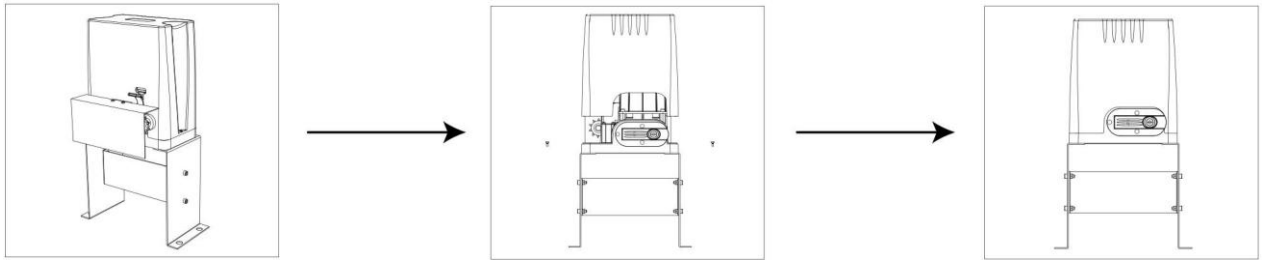

Figura 7
- Retire la arandela de goma que se encuentra debajo del interruptor de límite (Figura 7).